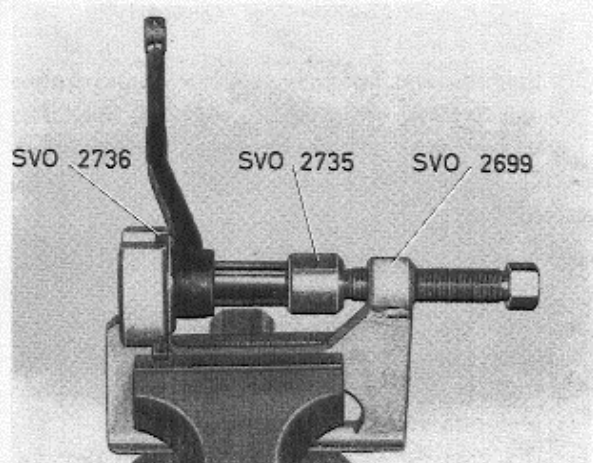

Abb. 66 Einbau der Buchse im Umlenkhebel
4. Werkstück umdrehen und die neue Buchse mit Hilfe der Werkzeugkombination 2699+2736 sowie Dorn 2735 in den Hebel einpressen, s. Abb. 66.
5. Den neu ausgebuchsten Umlenkhebel mit Scheibe (7) und Verschlußmutter am Lagerbock befestigen.